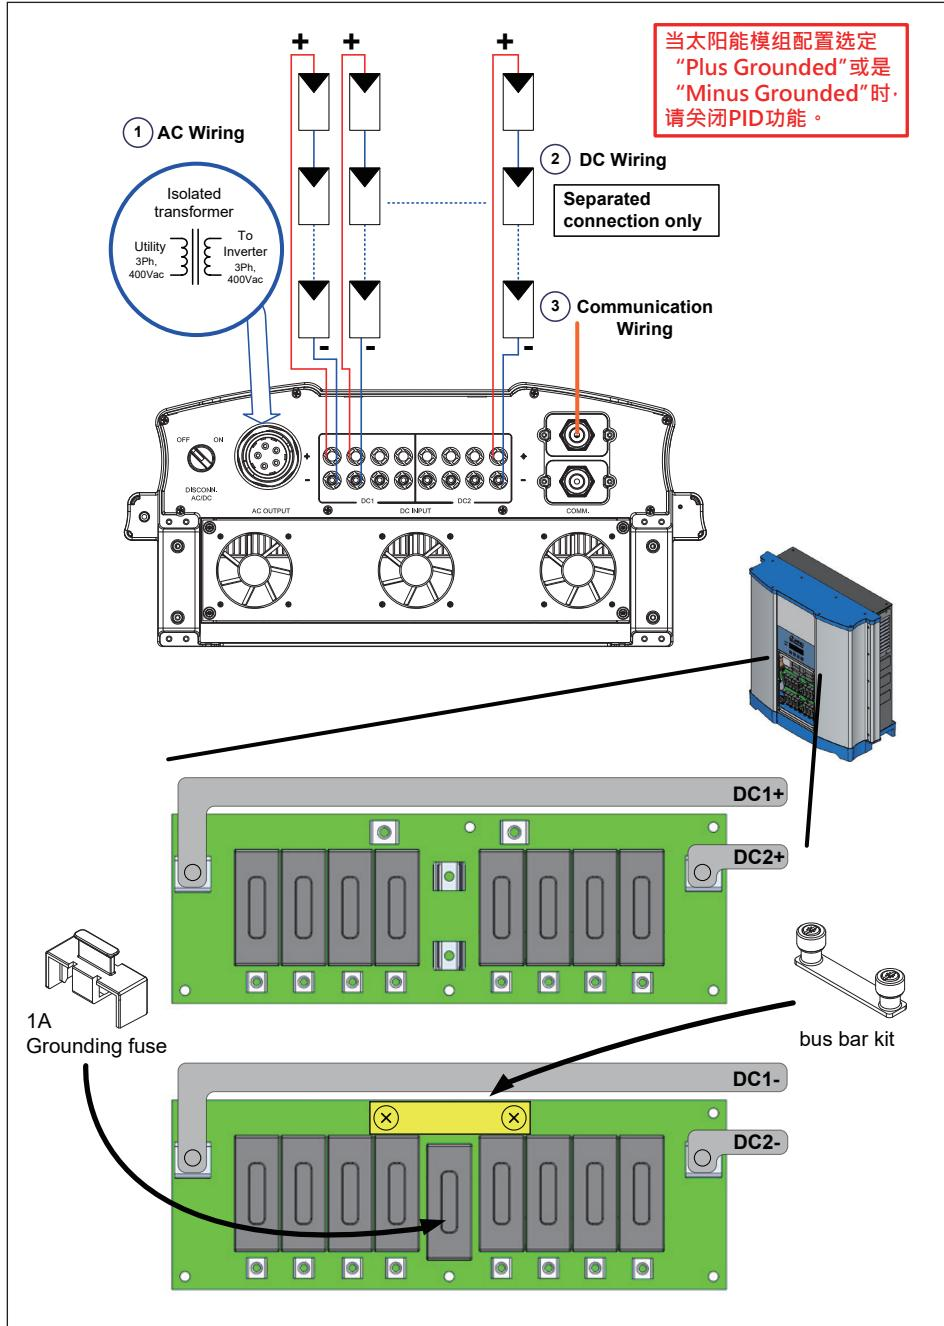
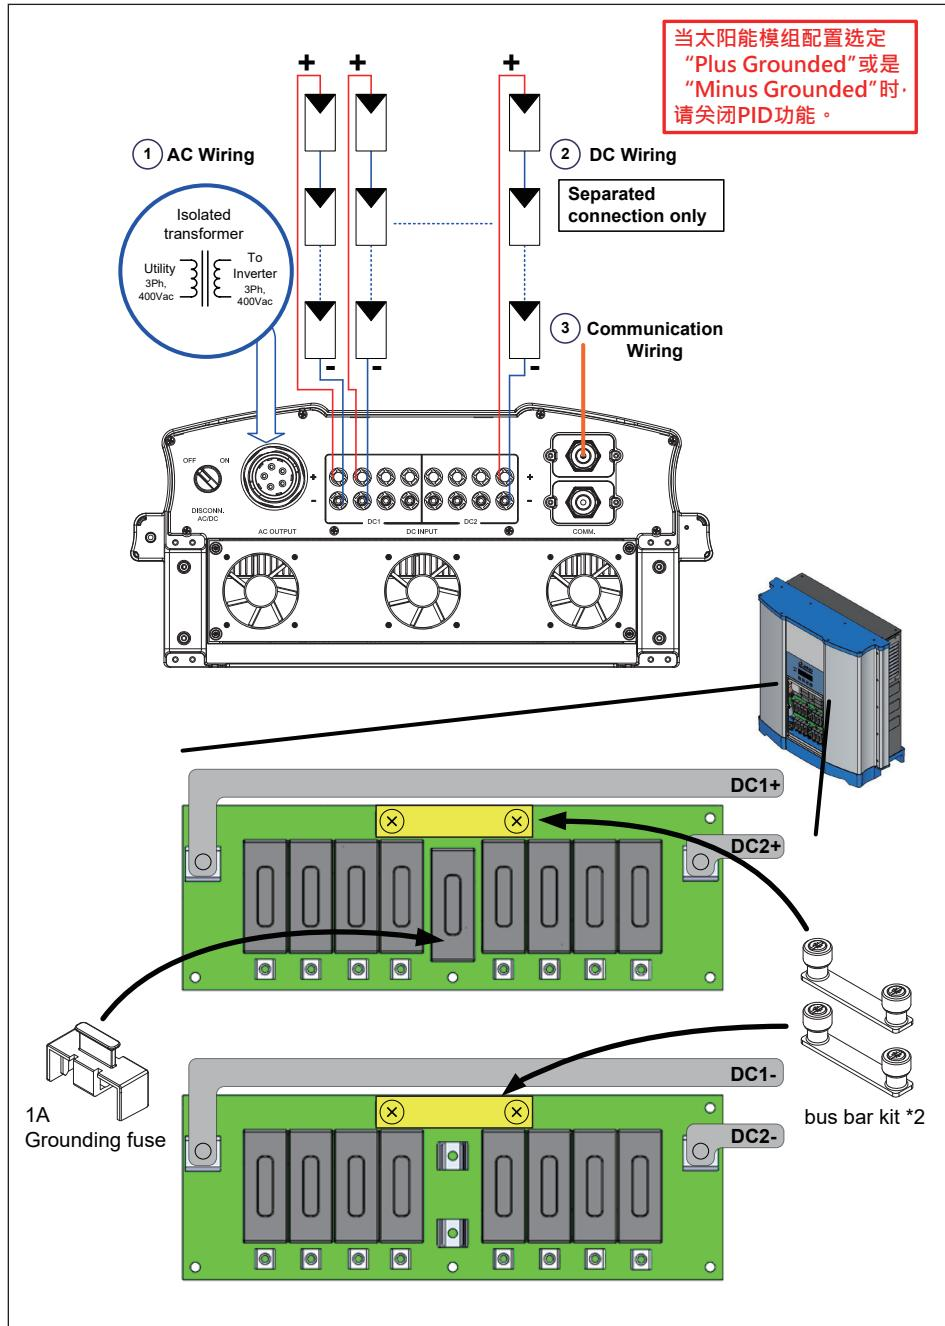

图4-3 : M30A_120 DC端负接地配线图
图4-4 : M30A_120 DC端正接地配线图
- RPI系列机种内部并未附带隔离变压器。若太阳能板为正端接地或负端接地时，使用者须于AC 端加装外部隔离变压器，并于逆变器内安装1000V/1A之midget型接地保险丝与短路导电片。详细的接线方式请参考图 4-3、图 4-4。